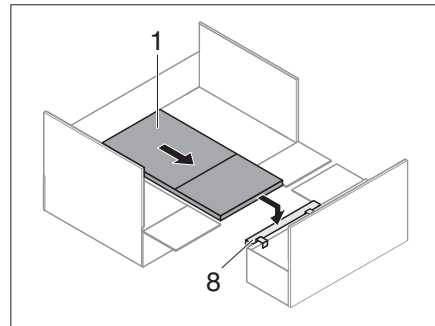

Bild 198 Bord på sänglåddestöd
- Haka fast sänglåddestöd (Bild 198,8).
- Dra ut hängbordet (Bild 198,1) och positionera det på det fasthakade sänglåddestödet (Bild 198,8).